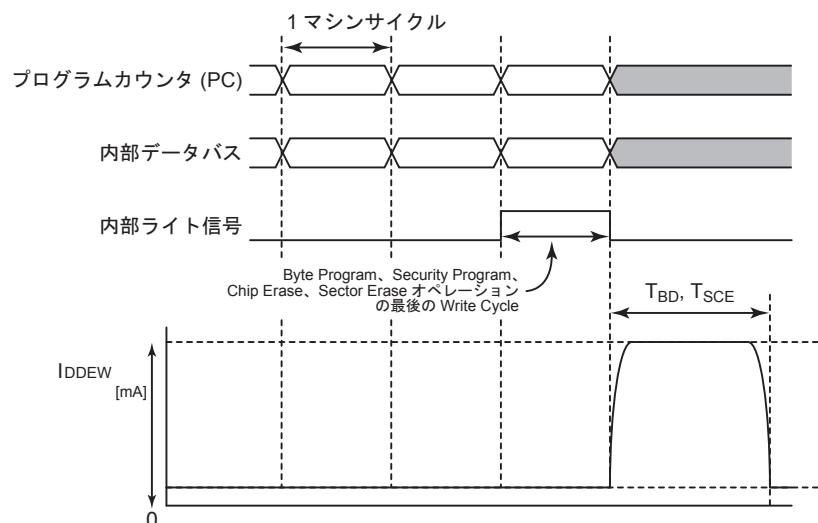

図 24-5 フラッシュメモリの消去、書き込み時の電流
- 注8) フラッシュメモリに対して、書き込み、消去、あるいはセキュリティプログラムを行うと、瞬間に図 24-5 のようなピーク電流が流れます。